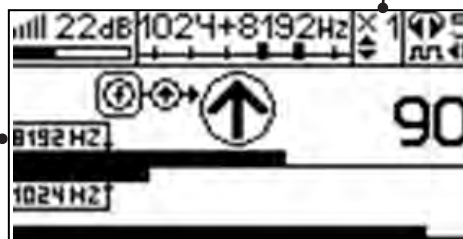

Рис. 6.4
**4.** «Назначение» производится нажатием кнопки **f** при расположении датчика точно над «выделенной» коммуникацией, считающейся «своей». После этого указатель направления сигнала приобретает вид - (↓). При переходе на «чужую» коммуникацию с другим «направлением сигнала» (или при изменении положения датчика на «обратное») раздастся звук и стрелка покажет «направление сигнала - назад (↓)» (рис. 6.4)
**Методика:** Производя трассировку с применением ЭМД на низкой активной частоте (512Гц / 1024Гц) (**см. раздел активный трассопоиск**), наблюдать за уровнем сигнала. Локальное повышение и резкое уменьшение уровня указывают на вероятность наличия дефекта изоляции. (**рис. 6.4**) При этом величина сигнала может меняться по различным причинам: положение датчика, глубина залегания кабеля, наличие мешающих конструк-ций. Поэтому таким методом можно обнаружить лишь «низкоомные» дефекты сопротивле-нием менее 1кОм.